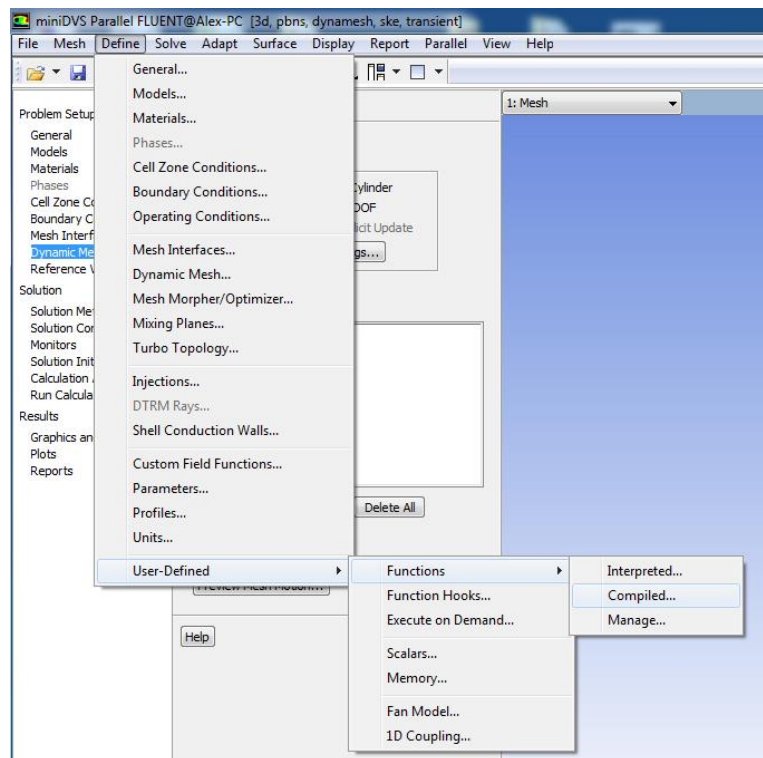

Рисунок 1.23 – Путь выбора меню компиляции
2. Следующим этапом моделирования является загрузка файла для компиляции UDF функции вращения коленчатого вала (рисунок 1.23): *Define* → *User-Defined* → *Compiled...*